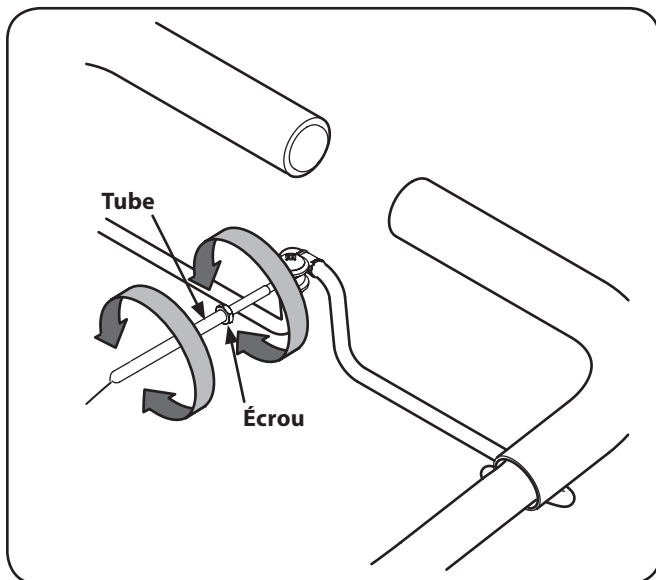

Figure 3-8
6. Embrayez lentement l'appareil en pressant la commande d'embrayage contre la poignée. Les pneus devraient tourner. Si les pneus ne tournent pas lorsque le moteur est en mode de marche avant, ajustez le levier. Pour effectuer le réglage, dévissez le tube à l'extrémité du câble en le tournant quelques tours vers la gauche (vous devez être au poste de conduite). Voir Figure 3-8.